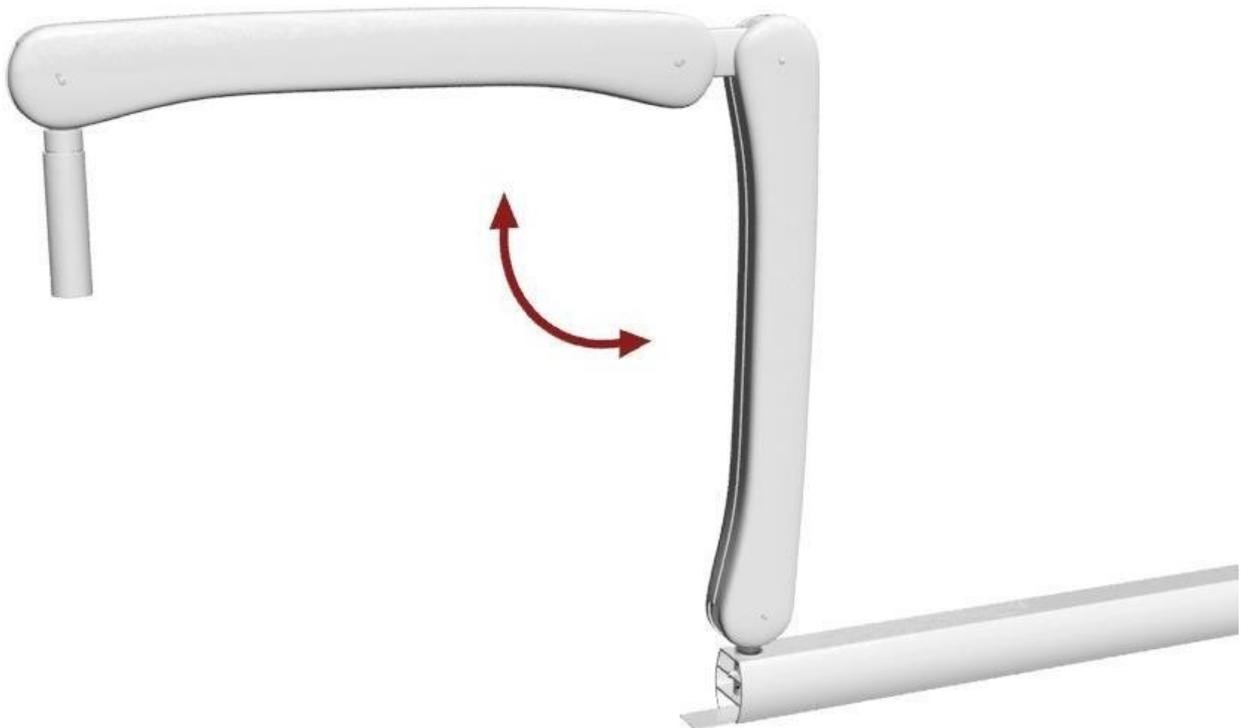

Abb. 6
- ✓ Vor dem Einsetzen des Monoblocks (**E**) ist es sehr wichtig, sicher zu arbeiten, indem der doppelte Stromabnehmerarm (**C**) wie in Abb. 6 gezeigt geöffnet wird, um zu verhindern, dass er abrupt ruckt, da die Federn geladen und kalibriert sind, um das Gewicht des Monoblocks zu tragen.